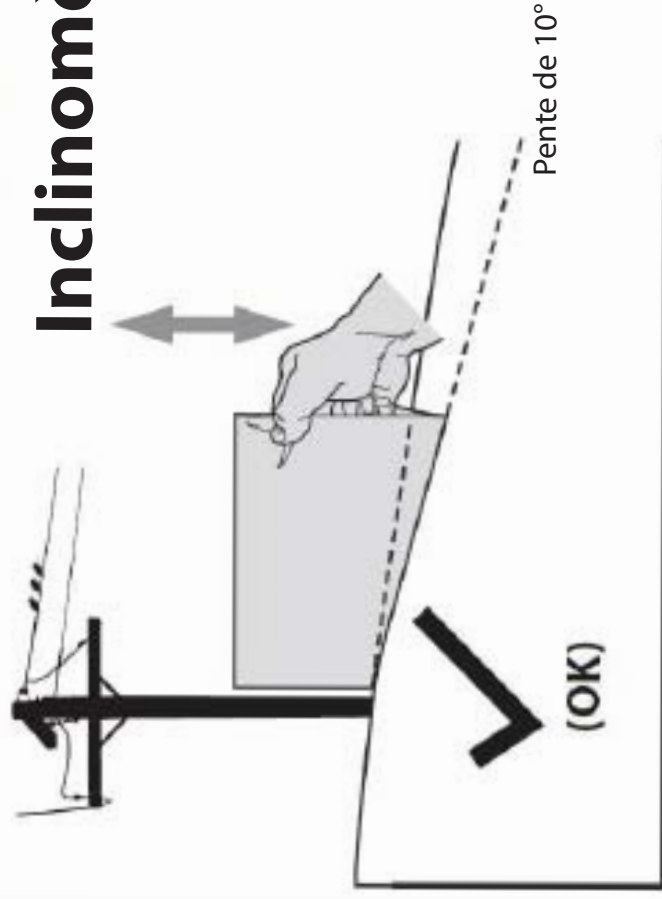

Figure 1
3. Alignez un côté de l'inclinomètre avec l'objet (consultez les figures 1 et 2).
4. Réglez l'inclinomètre vers le haut ou vers le bas jusqu'à ce que le coin gauche touche la pente (consultez les figures 1 et 2).